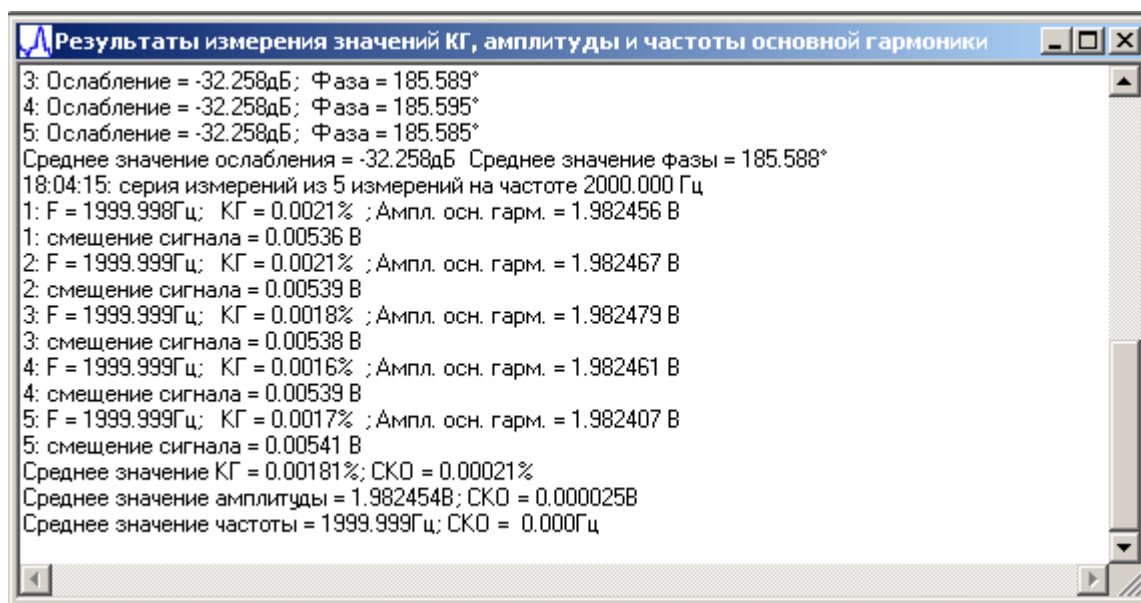

Рисунок 26 Окно вывода краткой информации о результатах измерений
5.5.9 Окно «Результаты измерения значений КГ, амплитуды и частоты основной гармоники» (см. рисунок 26) служит для краткого вывода основной информации о проведенных
6.2.2 Результаты измерений частоты и амплитуды первой гармоники сохраняются в файле данных, который можно просмотреть в окне «Результаты измерения значений КГ, амплитуды и частоты основной гармоники» (см. рисунок 26) или в строке текущего состояния (status bar) главного окна (см. рисунок 3).
6.4.10 Результаты измерений сохраняются в файле данных, который можно просмотреть в окне «Результаты измерения значений КГ, амплитуды и частоты основной гармоники» (см. рисунок 26).